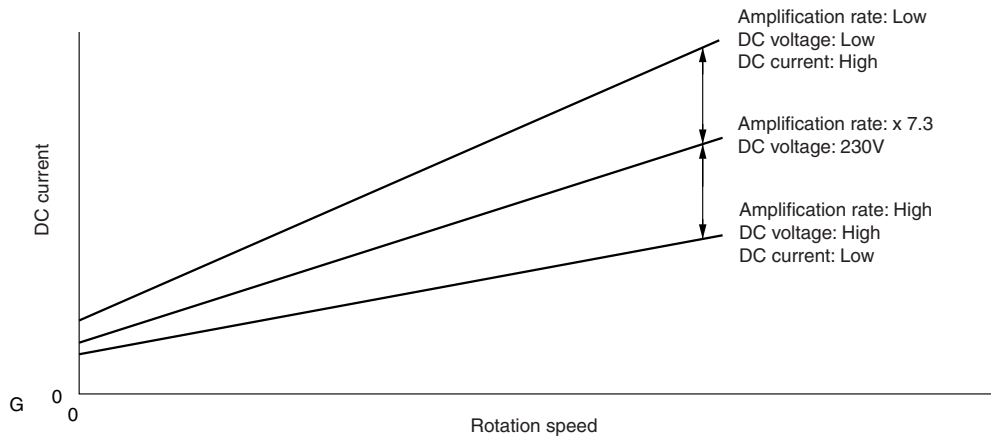

Fig. 8-5
- La tension produite à partir du courant CC circulant jusqu'à la résistance de détection est équilibrée par la résistance R245 et C220, puis elle est appliquée à la broche ⑤ de IC4. IC4 constitue un amplificateur de non inversion combiné aux composants périphériques.
- Comme représenté sur Fig. 8-5, une valeur calée variant en fonction de la vitesse de rotation est programmée dans le microprocesseur : lorsque la valeur du courant CC excède la valeur calée, le contrôle de surcharge est appliqué. Le contrôle du moteur de compresseur est identique à celui de l'évaluation externe.